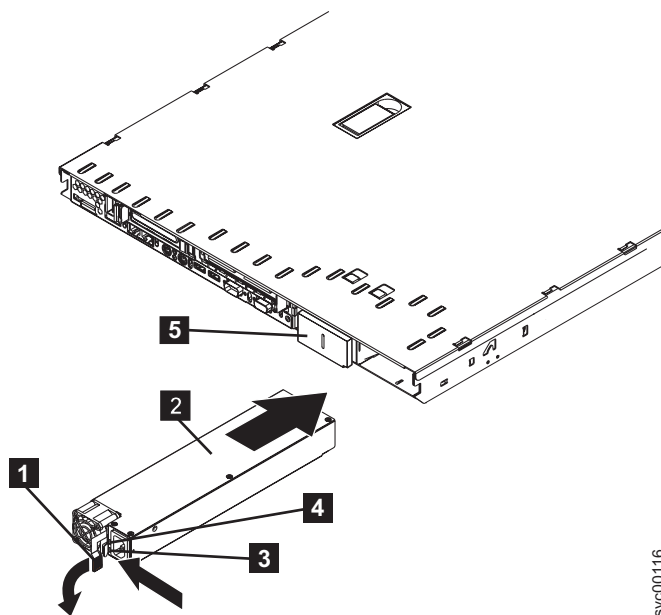

図 164. SAN ポリリューム・コントローラー 2145-8F2 電源機構
- a. 電源機構の後部のハンドル **1** を下方に回して開位置にし、電源機構を電源機構ベイに向かってスライドさせます (204 ページの図 164 を参照)。